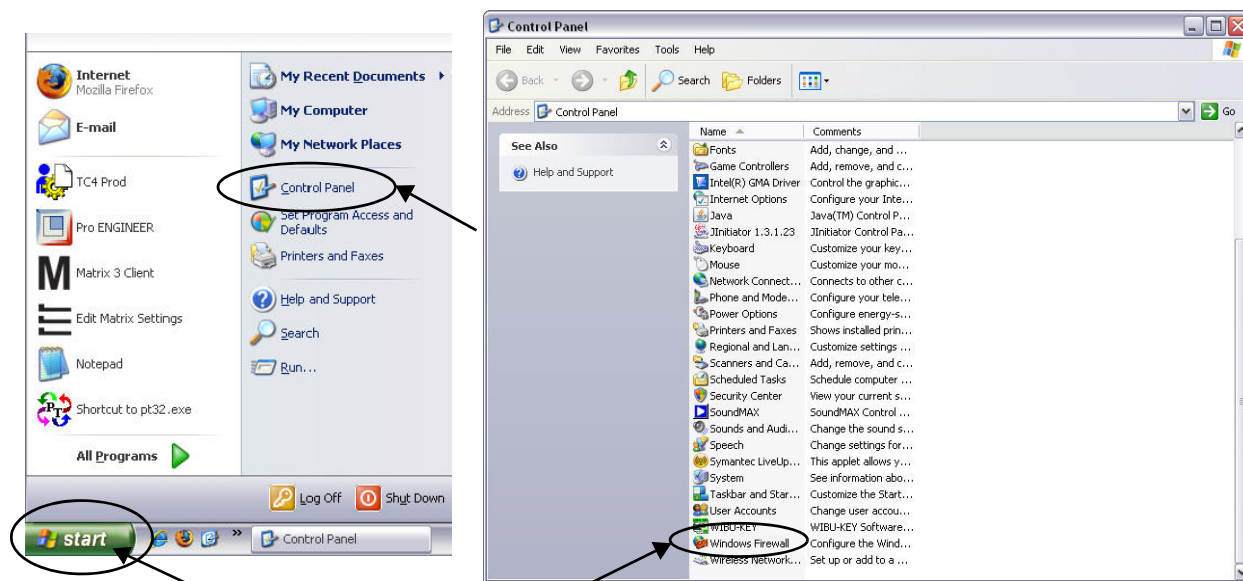

Рис. 24
1. Чтобы запустить окно настроек, откройте «Пуск/Все программы/Брандмауэр Windows» (Рис. 24).